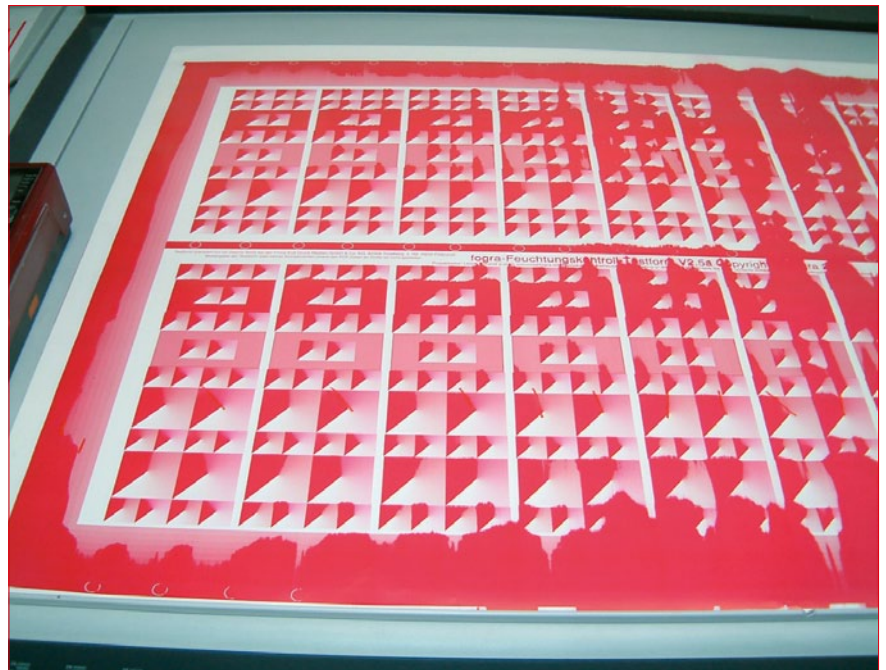

Abb. 5: Ungleichmäßiges Tönen der Testform verursacht durch ein falsch eingestelltes Feuchtwerk (s. Abb. 6).
- Übermäßigen Farbeintrag ins Feuchtwerk (auf Chrom- und Tauchwalzen) durch falsche Justage sowie bei ungeeigneten Feuchtwalzen (Abb. 5 und Abb. 6)